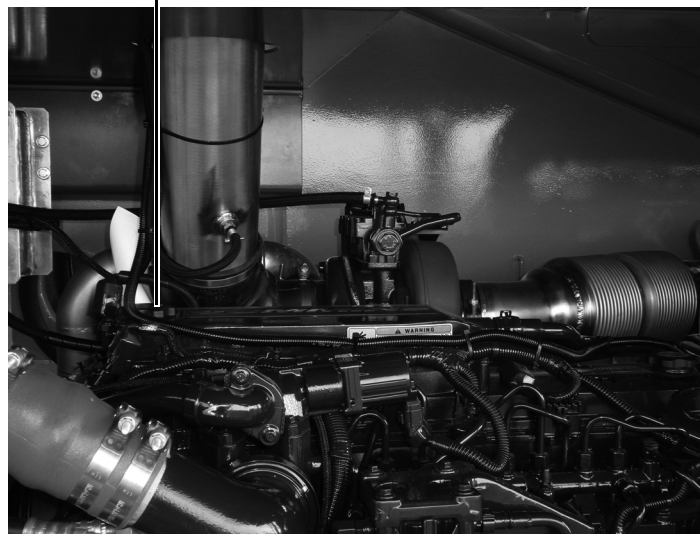

Fig. 216 Vareta e gargalo de abastecimento de óleo
| 5 | Remova a vareta de óleo (1) na Fig. 216 e limpe-a com um pano limpo e sem fiapos. |
| 8 | Se necessário, complete o óleo do motor através do gargalo de abastecimento (2) na Fig. 216, conforme especificado no manual de operação fornecido pelo fabricante do motor. |